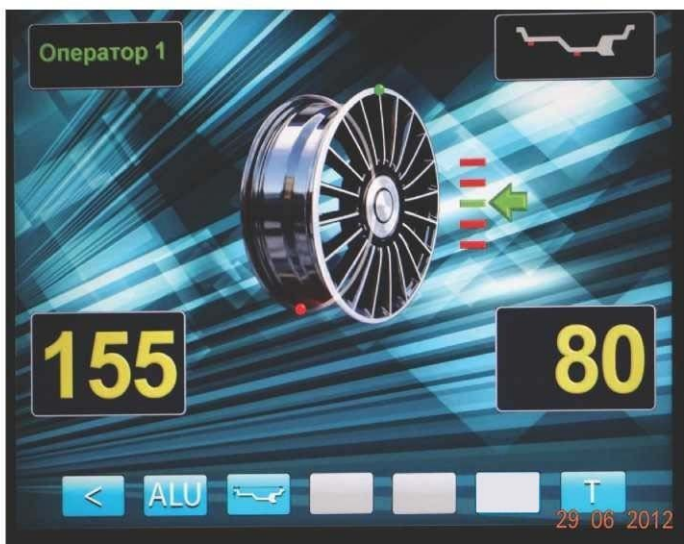

рис.12.1.
12.1.6. Запустите СБ, опустив защитный кожух, либо нажав кнопку «START». На экране основного рабочего режима изображение диска колеса начнёт вращаться. После окончания цикла измерения автоматически включится тормозное устройство и вал СБ остановится. В окнах 1 и 4 появятся значения масс балансировочных грузов в граммах, а на изображении диска появятся две красные точки, отмечающие места их установки (рис.12.1).